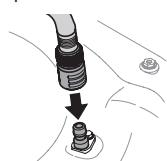

Figure 40
- Branchez le tuyau d'arrosage et l'embout au gicleur sur le plateau de coupe (Figure 40).